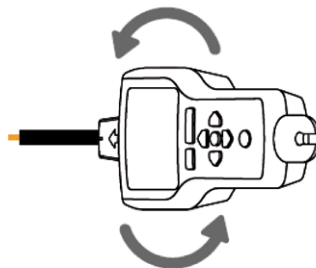

Figura 3.1i:
6. Para verificar a deteção do cabo, rode periodicamente o recetor em 90 graus. A intensidade do sinal será mais elevada quando o cabo estiver alinhado com a ranhura no Sensor de Ponta (Figura 3.1i).